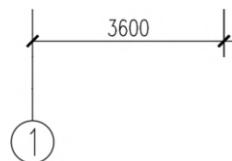

图3-24 ①轴轴线标注
输入1//注写①号轴线编号，并按ESC键，结束当前命令，如图3-24所示。